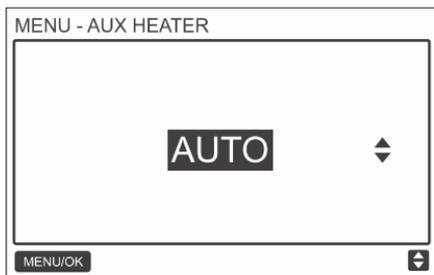

Abb. 76: AUX HEATER (Hilfserhitzer) einstellen
Stellen Sie durch Drücken der Tasten ERHÖHEN ▲^U oder VERRINGERN ▼^U ein, ob der Helferheizer automatisch verwendet werden (AUTO), eingeschaltet (ON) oder ausgeschaltet (OFF) sein soll, wie in Abb. 76 gezeigt.